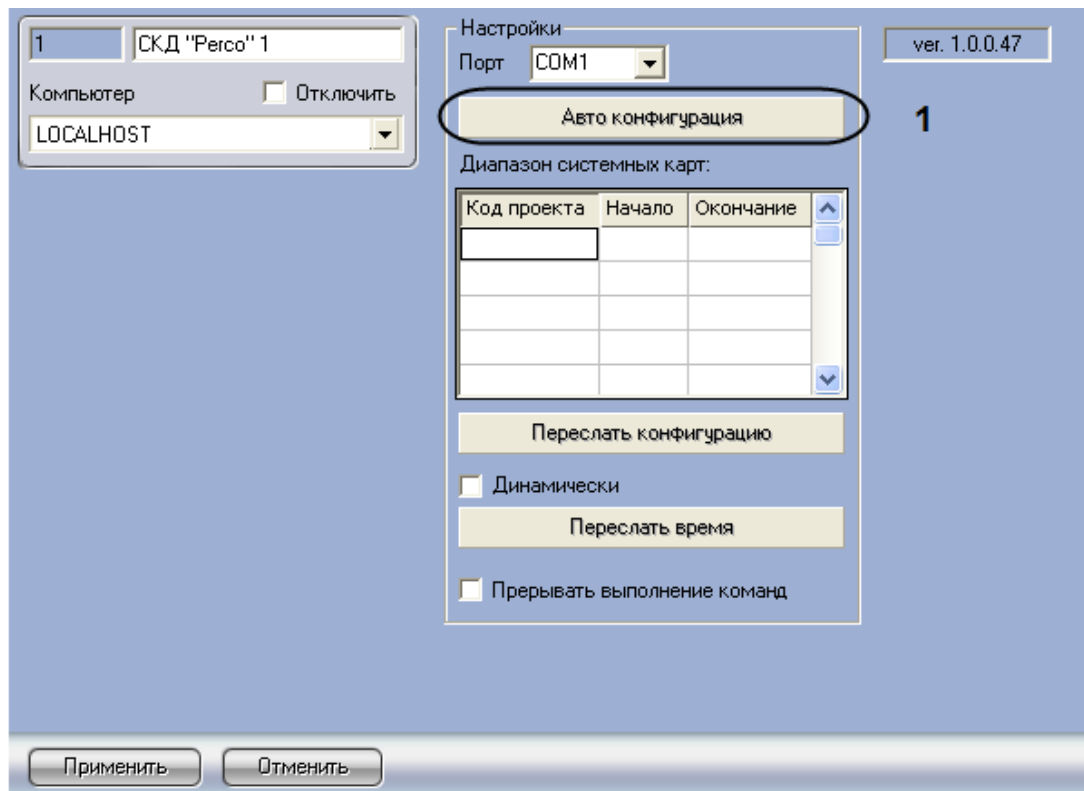

Рис. 3.3—1. Автоматическое построение дерева объектов
1. Перейти на панель настроек объекта **СКД Perco** (Рис. 3.3—1).
2. Нажать кнопку **Автоконфигурация** (см. Рис. 3.3—1, 1).